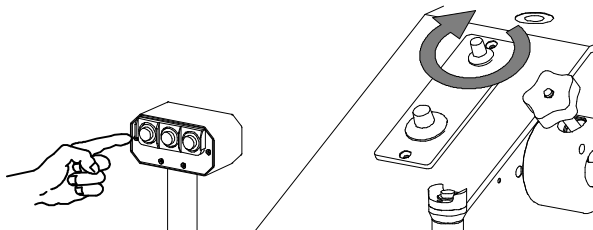

Fig. 12
c) Sull'impugnatura di sinistra è invece assemblata una pulsantiera comprendente tre pulsanti: il N.1, il N.2 e il N.3 che agiscono da selettori di forza senza che l'operatore debba intervenire a regolarla tutte le volte che varia la dimensione della fustella. Il pulsante N.1 (Fig. 12), a sinistra sulla pulsantiera, viene utilizzato nel caso di fustellatura di materiali teneri con l'impiego di utensili aventi uno sviluppo lineare ridotto. E' possibile inoltre incrementare in modo graduale il ritardo del fine corsa taglio di questo pulsante per mezzo del potenziometro indicato in Fig. 12 fino a raggiungere quasi la forza del pulsante N.2.